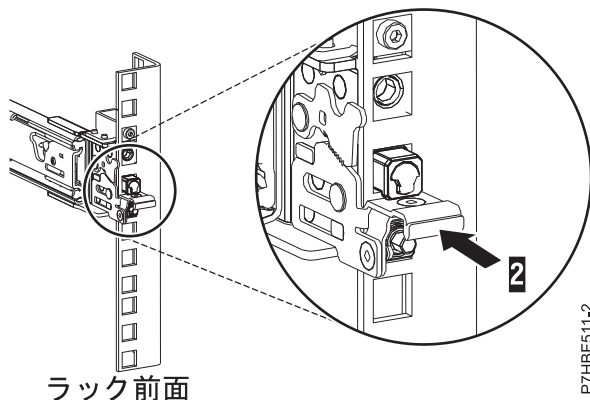

図 6. ラックの前面レールに取り付けられたラッチ
7. スライド・レールを前方に引きながら、3 つのピンがラックの穴から突出していることを確認した後に前面ラッチ (2) を最後まで押し込みます。詳しくは、図 6 を参照してください。